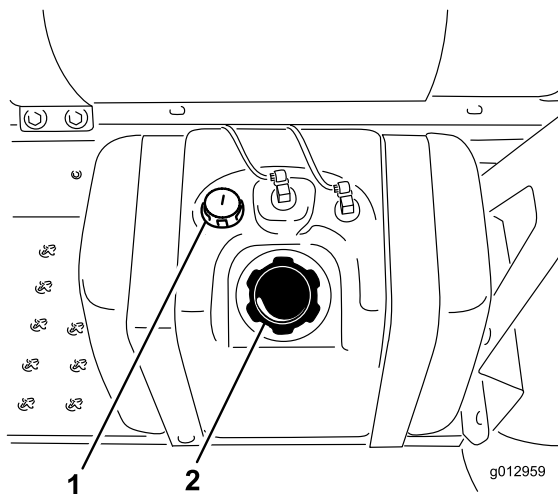

Figura 17
3. Limpie la zona alrededor del tapón del depósito de combustible (Figura 17).